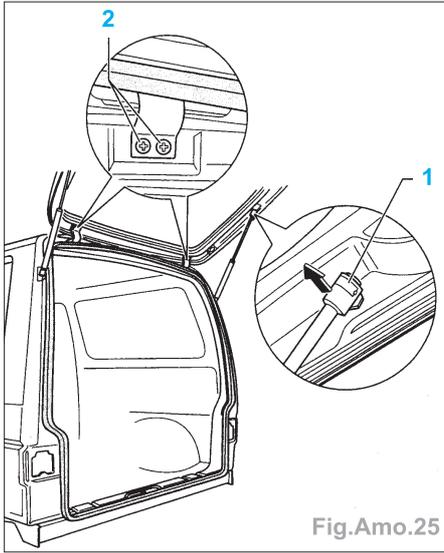

Fig.Amo.25
- Soulever l'étrier de sûreté (1) à l'aide d'un tournevis et extraire les ressorts à air comprimé des deux côtés des tou- rillons sphériques (Fig.Amo.25).